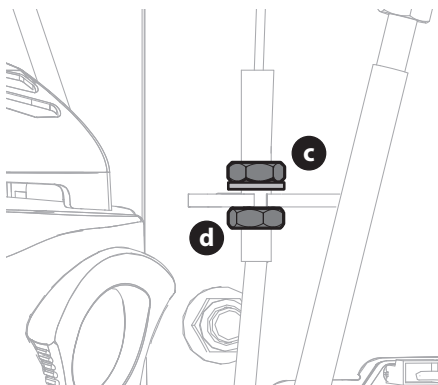

Fig. 24
3. Afloje la tuerca superior (c) girándola de tres a cuatro vueltas en sentido antihorario (Fig. 24).
4. Apriete la tuerca inferior (d) girándola de tres a cuatro vueltas en sentido antihorario (Fig. 24).